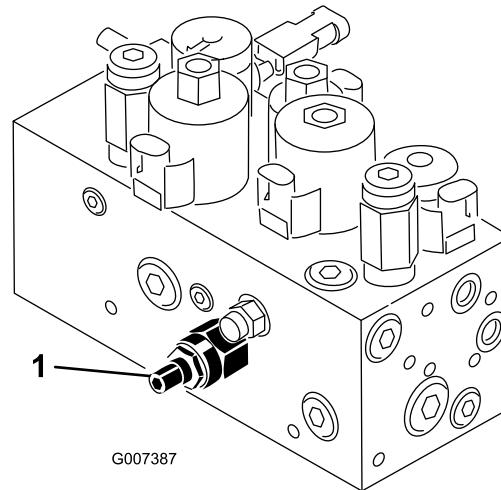

Figura 56
O circuito de elevação da unidade de corte encontra-se equipado com uma válvula de regulador de caudal (Figura 56). Esta válvula é previamente configurada pelo fabricante, encontrando-se cerca de 3 voltas aberta, mas por vezes é necessário efectuar ajustes de modo a compensar diferenças na temperatura do óleo hidráulico, nas velocidades de corte, etc. Se for necessário algum ajuste proceda da seguinte forma:
1. Levante o banco e localize a válvula de controlo do fluxo (Figura 56) montada ao lado do cilindro hidráulico para o apoio central.